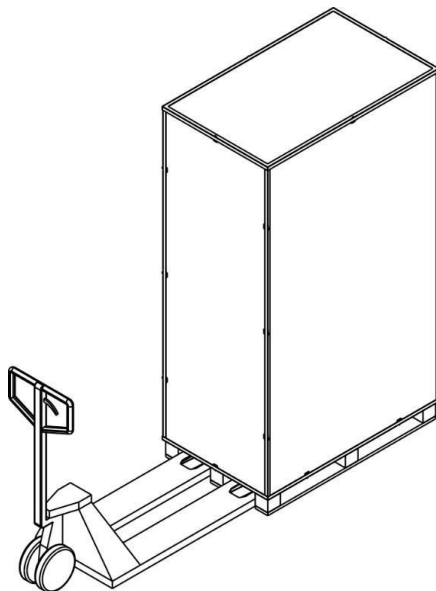

Рисунок 2-1
1. Используйте вилочный погрузчик, чтобы переместить изделие в установленное место. См. рисунок 2-1. Пожалуйста, убедитесь, что грузоподъемность вилочного погрузчика достаточна.